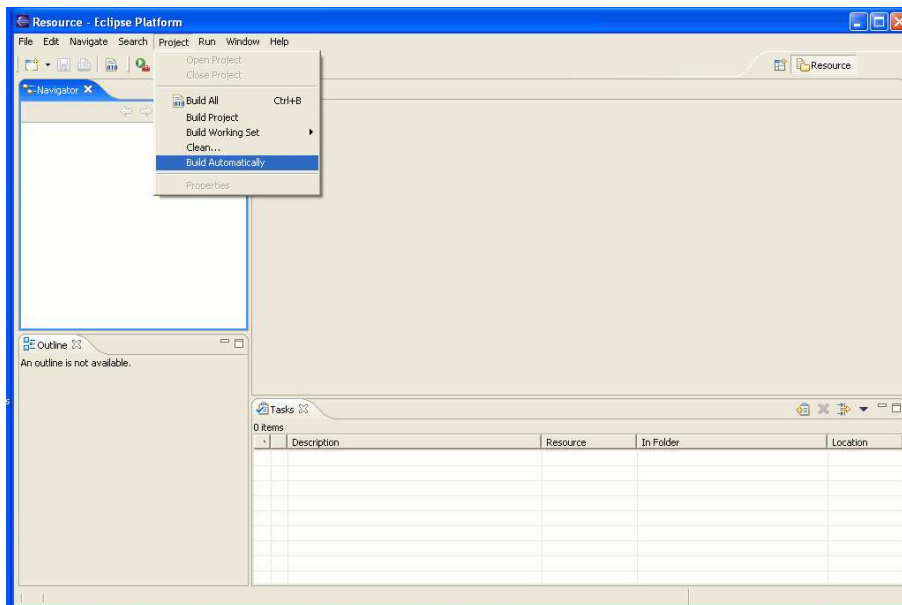

Figura 3.5: Deselezionate la voce “Build Automatically” nel “Project” menu.
5. Prima di creare e compilare la vostra applicazione, deselectionate la voce "Build Automatically" nel "Project" menu, come visualizzato in Figura 3.5.